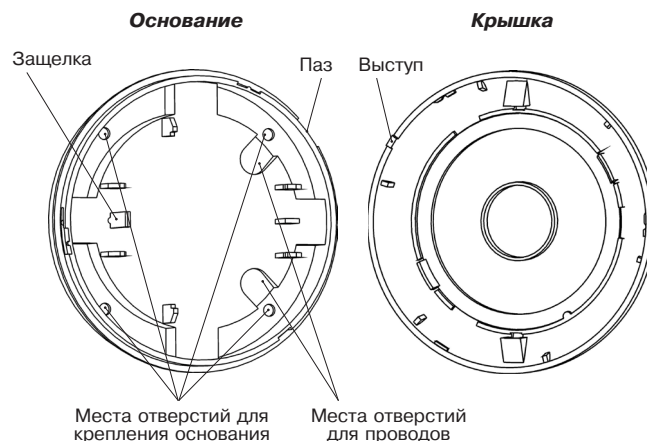

Рисунок 2 – Основание и крышка извещателя
- Просверлите в основании корпуса отверстия (рис. 2), которые будут использоваться для прокладки проводов и крепления извещателя.